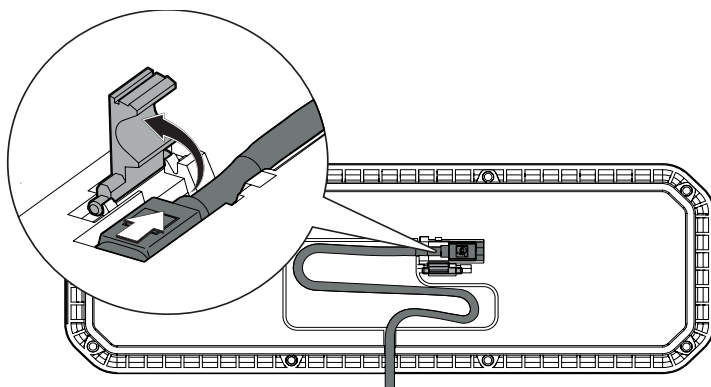

Abb.60. Trennen des Kontakts
1. Die Kontaktverriegelung aufklappen und den Stecker herausziehen. Siehe Abb.60.